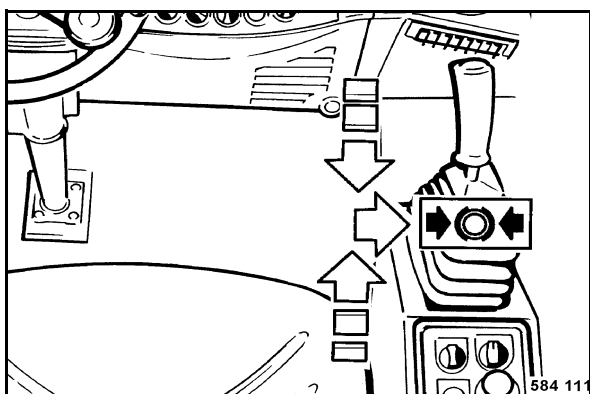

fig. 59
- Ramener lentement le levier de commande de marche (fig. 59) sur position neutre puis l'enclencher vers la droite sur position de freinage.